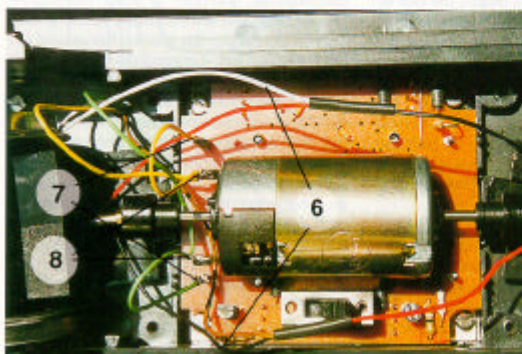

Abbildung 5
8) Abgezogene Kabel mit Dekoderanschlußkabeln (braun u. weiß, Abb.5 u. 6) verbinden. Farben beachten! Gut isolieren!
9) Lokempfängeranschlußkabel (gelb u. grün, Abb.5, 7) entsprechend Skizze aufstecken. Ka-
bel ca. 5 cm vor dem Stecker abisolieren und an Motoranschlußbahnen (Abb.5, 8) anlöten.